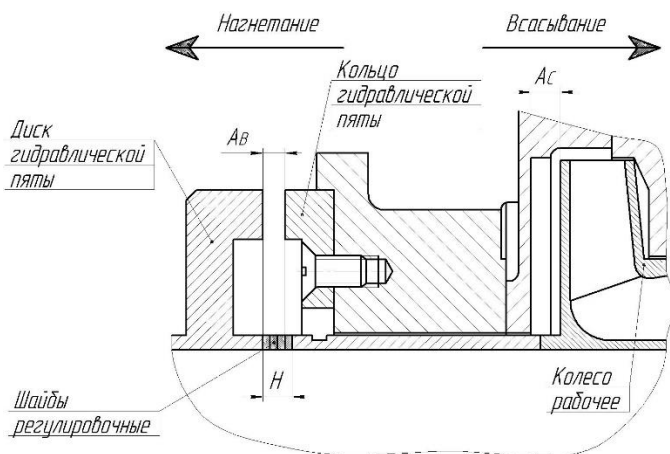

Рис.11. Ротор смещен в сторону всасывания.
ж) сдвиньте ротор насоса в сторону всасывания до упора и замерьте расстояние Ав (А всасывание) (рис. 11) между диском гидравлической пяты (9) и кольцом гидравлической пяты (11);
т) нанесите риску на втулке специальной (27) заподлицо с крышкой подшипника (25) (на кронштейне переднем 17) в виде поперечной линии " I " (рис.11), при этом сдвинув ротор в сторону всасывания.